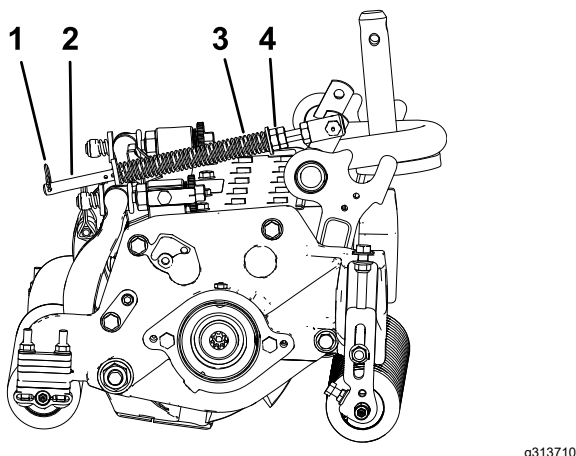

Figura 14
1. Asigurați-vă că tiftul în formă de agrafă este montat în orificiul posterior al tijei arcului (Figura 14).
2. Strângeți piulițele hexagonale pe capătul frontal al tijei arcului, până când lungimea comprimată a arcului este de 15,9 cm (Figura 14).